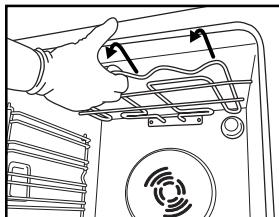
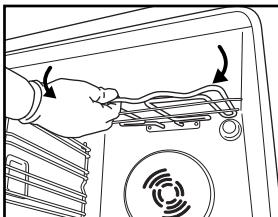

Fig. 6
Fig. 7
2. Trek voorzichtig Fig. 6 het verwarmingselement naar buiten en breng het naar beneden (Fig. 7).